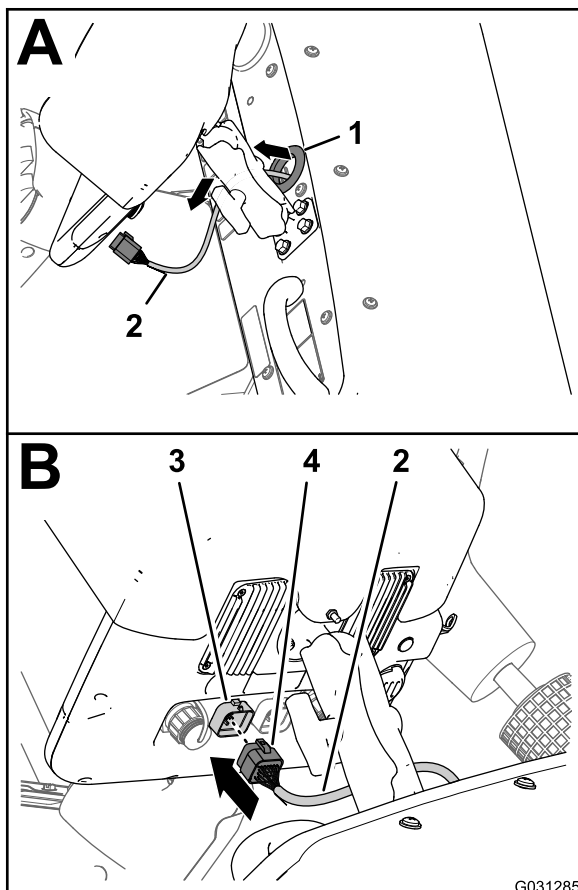

Рисунок 176
5. Проложите ответвление длиной 220 см жгута проводов передачи данных вверх через прокладку в отверстии приборной панели (Рисунок 176).
6. Совместите 26-гнездовой разъем жгута проводов передачи данных с 26-штыревым разъемом дисплея опрыскивателя и сожмите до срабатывания защелки, чтобы надежно зафиксировать соединение (Рисунок 176).